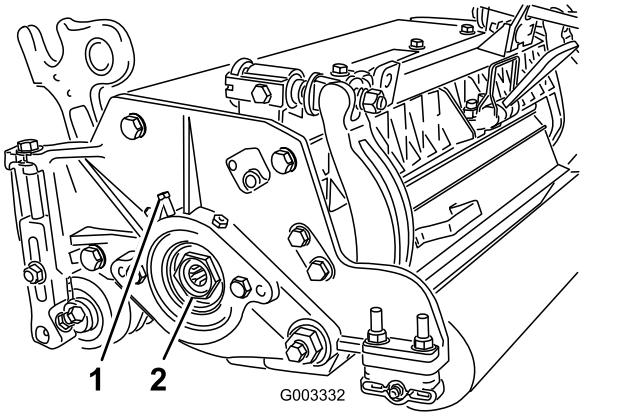

Bild 31
- A. Lösen Sie die externen Stellschrauben, mit denen die Einstellmutter des Lagers am Lagergehäuse links an der Schneideeinheit befestigt ist (Bild 31).